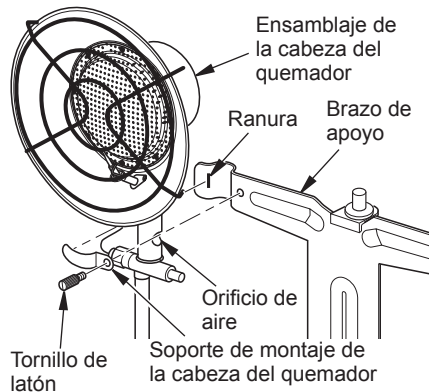

Figura 3. Conexión del ensamblaje de la cabeza del quemador al brazo de apoyo
4. Monte el ensamblaje del quemador en el brazo de apoyo con los soportes de montaje de la cabeza del quemador y los tornillos de latón, como se muestra en la figura 3. Coloque el lado del soporte en la ranura del brazo de apoyo. Asegúrelo con un tornillo. Compruebe que los orificios de aire en los laterales del tubo del quemador no estén bloqueados. Apriete los quemadores firmemente en su sitio.